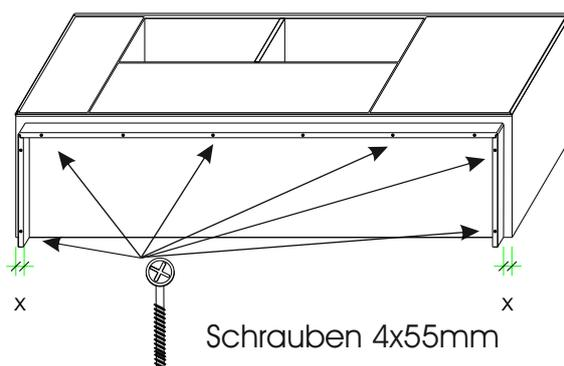

Abb. 3
5. Richten Sie den Unterbausockel mittig und mit der Hinterkante bündig aus. Verschrauben Sie den Sockel mit den 4x55mm Schrauben unter dem Korpus. (Abb. 3)